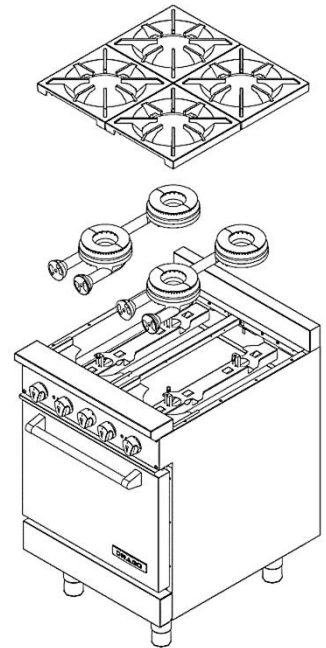

Fig. 2
1. Retire las parrillas del equipo y los quemadores (Fig.2).